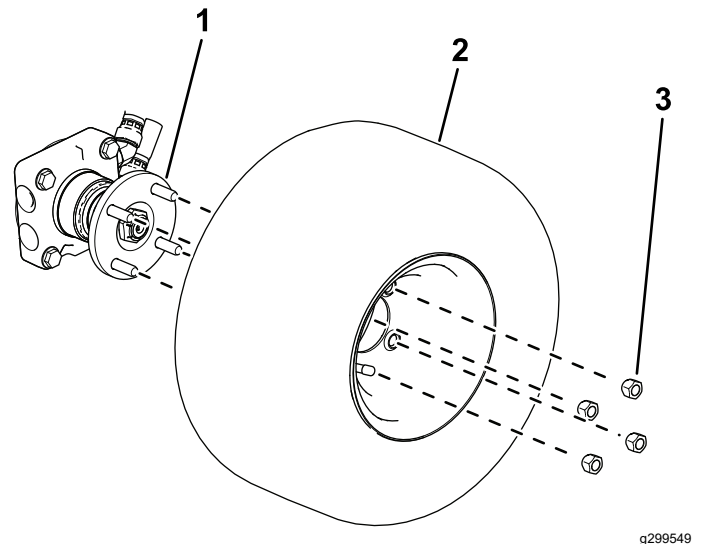

Bild 4
- Maschinen mit Allradantrieb:** Verwenden Sie vier Radmutter, um das Rad an der Radnabe zu befestigen (Bild 4).